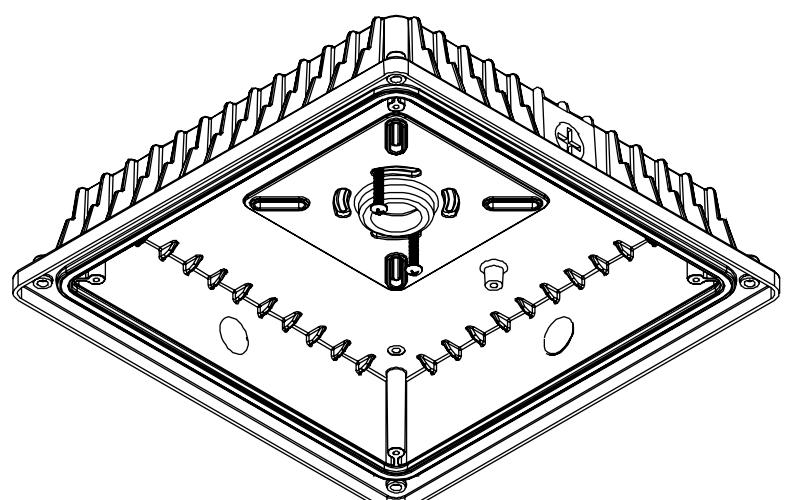

Figure 2
a. Installé à un boîtier de raccordement standard. Voir la figure 2.
- Installed to standard J-Box. See Fig 2.*